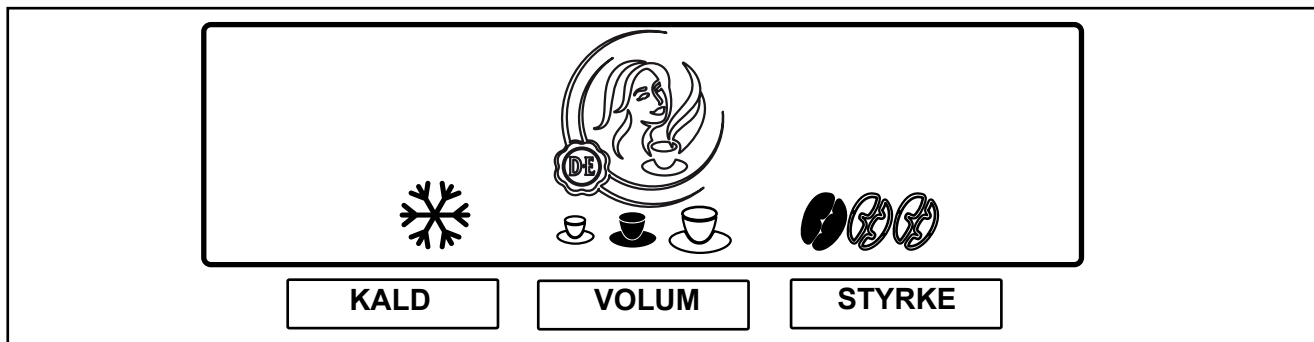

Fig. 16
3. Trykk forvalgsknappen til den ønskede drikkevarestyrken er sort markert. (Fig. 16)